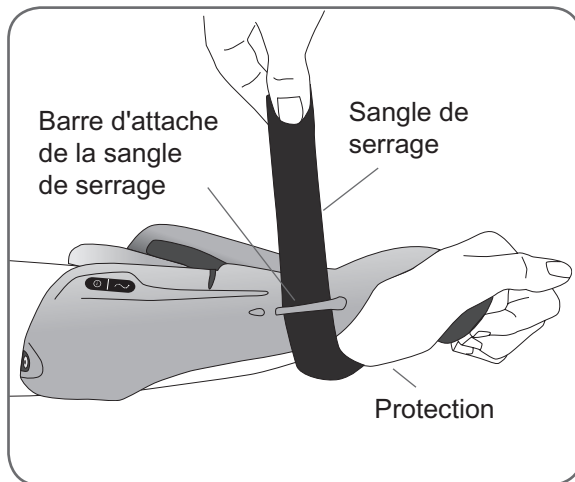

Figure 8-14 : Attache de la sangle de serrage.
8. Tirez la sangle de serrage et à travers la barre d'attache de la sangle de serrage. Reportez-vous à la Figure 8-14.